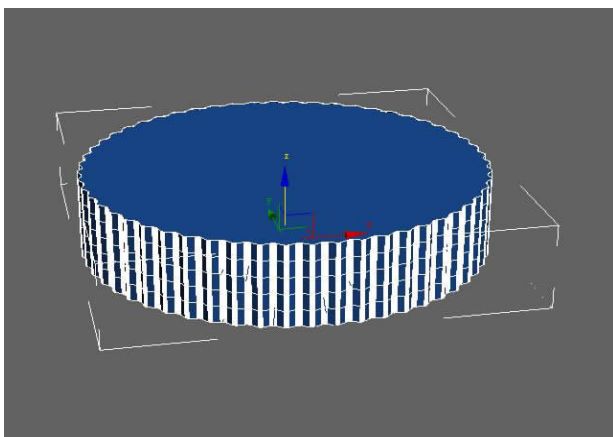

图 2-58 添加挤出
Step 2. 进入 修改面板,在修改列表中选择挤出修改器,将分段数改为 5,取名为“蛋糕”,如图 2-58 示。